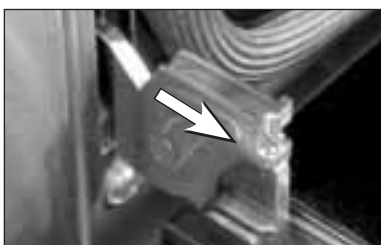

Fig. 23
2. Déverrouillez les charnières de la porte en tournant le verrou vers l'avant (Fig. 23).